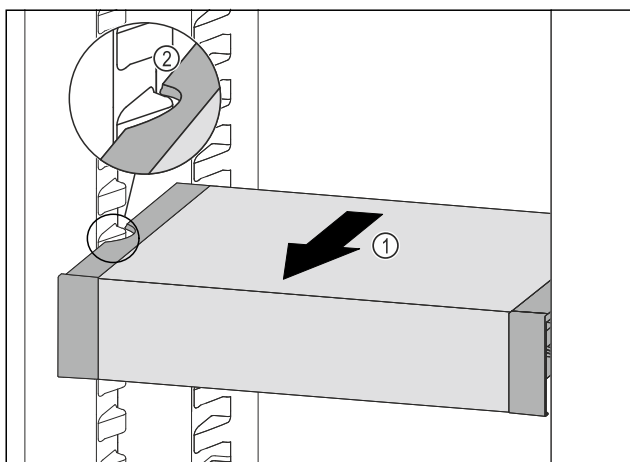

Fig. 170
- Táhněte VarioSafe dopředu Fig. 170 (1), dokud nebudou boční vybrání VarioSafe na úrovni žebrování na nádoby v chladničce. Fig. 170 (2)